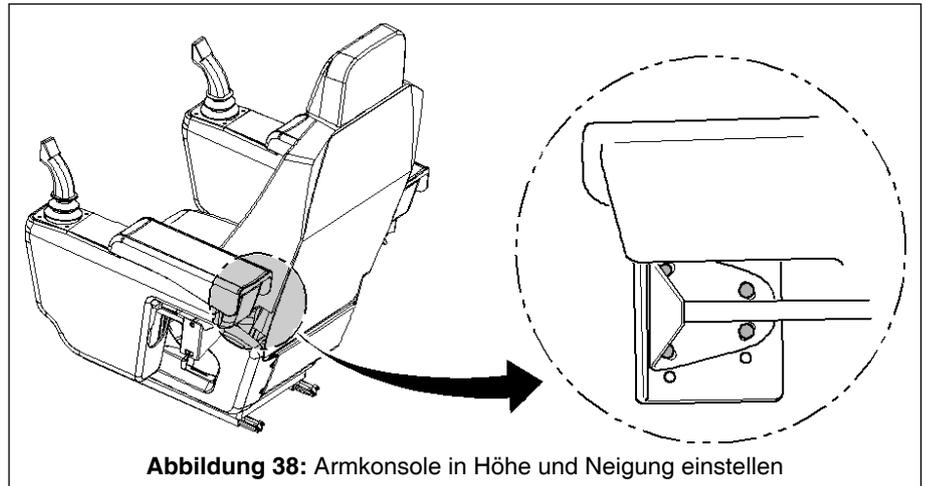

Abbildung 38: Armkonsole in Höhe und Neigung einstellen
2. Zum Einstellen der Höhe/Neigung die Schrauben (siehe Detail in  Abb. 38, Seite 105) lösen und die Armkonsolen neu befestigen.